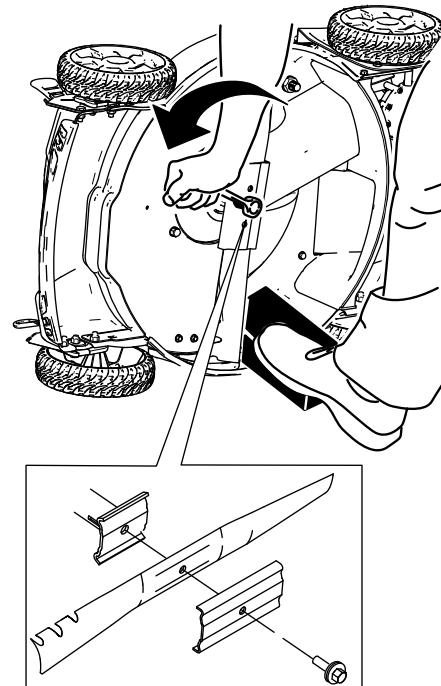

Bild 1
4. Stabilisieren Sie das Messer mit einem Holzblock (Bild 1).
5. Nehmen Sie das Messer ab und bewahren Sie alle Befestigungsschrauben auf (Bild 1).